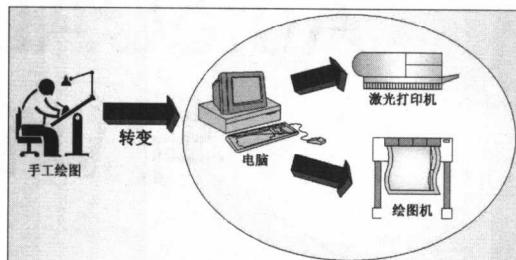

图 1-1
1. CAD (Computer Aided Design)：是计算机辅助设计的意思，它扮演着制图革命者的角色，淘汰了传统的制图工具，将设计制图的工作转移到计算机上进行，不仅提高了绘图效率，对于图形的精确性与编辑图形的方便性也有了很大的提高，同时，大大节省了保存图文件的空间。目前被广泛应用于机械制图、工程规划流程图、电子电路图、土木营建、室内设计及其他相关领域，如图 1-1 所示。